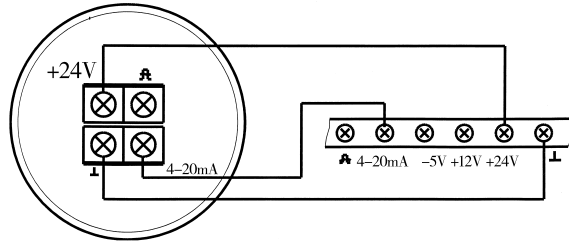

图 5
c. 普通及隔爆结构放大器(+24VDC 供电, 4~20mA 电信号输出三线制)与显示仪表间的接线(图 5)